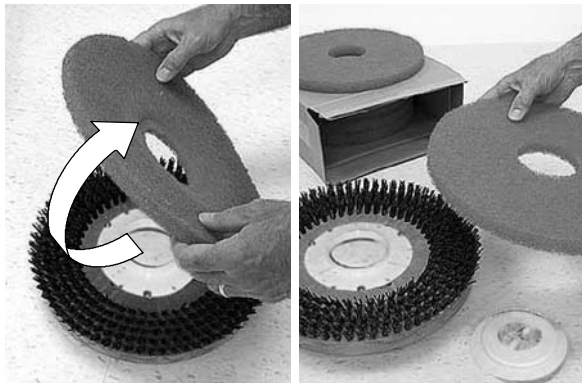

FIG. 48
6. Retournez le patin ou remplacez-le en cas d'usure (Figure 48).